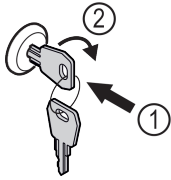

Fig. 129
- ▶ Shtyni çelësin brenda Fig. 129 (1).
- ▶ Rrotulloni çelësin me 90° në drejtimin orar Fig. 129 (2).